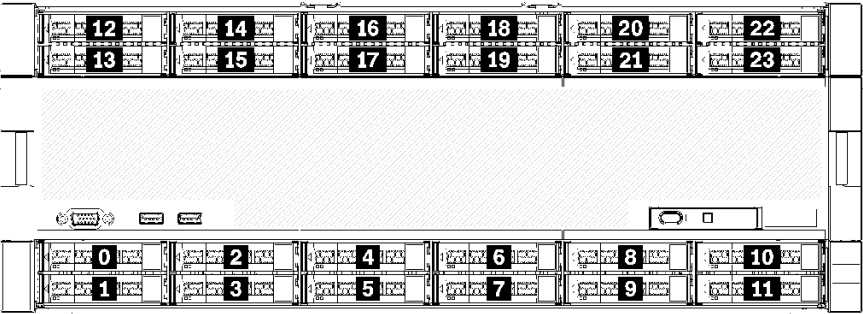

图 11. 硬盘插槽位置
- 顶部两个硬盘支持 SAS、SATA 或 NVMe 接口硬盘（Lenovo AnyBay）。服务器可支持最多 12 个 NVMe 硬盘，具体取决于服务器配置。支持 NVMe 的硬盘插槽是具有偶数编号的插槽，如第 25 页图 11 “硬盘插槽位置” 中所示。